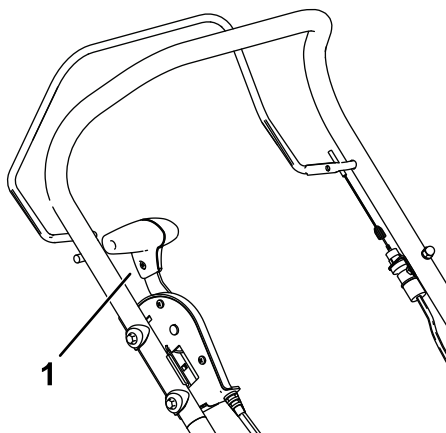

Figura 10
2. Deplasați maneta de transport până la capăt spre dumneavoastră, în poziția de transport (Figura 10).
5. Deplasai maneta de transport până la capăt spre dumneavoastră, în poziia de transport (Figura 10).
Pentru a opri motorul, eliberai bara de comandă pentru lamă i deplasai maneta pentru transport până la capăt spre dumneavoastră, în poziia de transport (Figura 10).